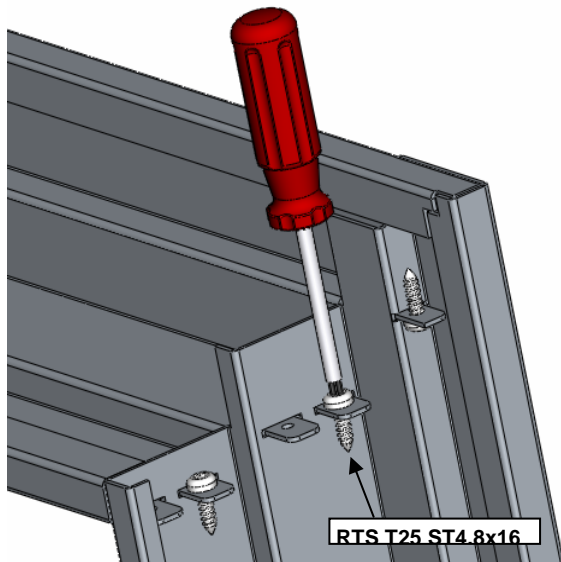

Fig. 1
1. Om karmen är levererad i delar, skruva samman de lösa karm- och foderdelarna med skruv nr.4 **RTS T25 ST4,8x16**. Se fig 1. Trösklar fästs med skruv nr.3 **RTR T25 ST4,8x25**, genom de förstansade hålen i sidan.